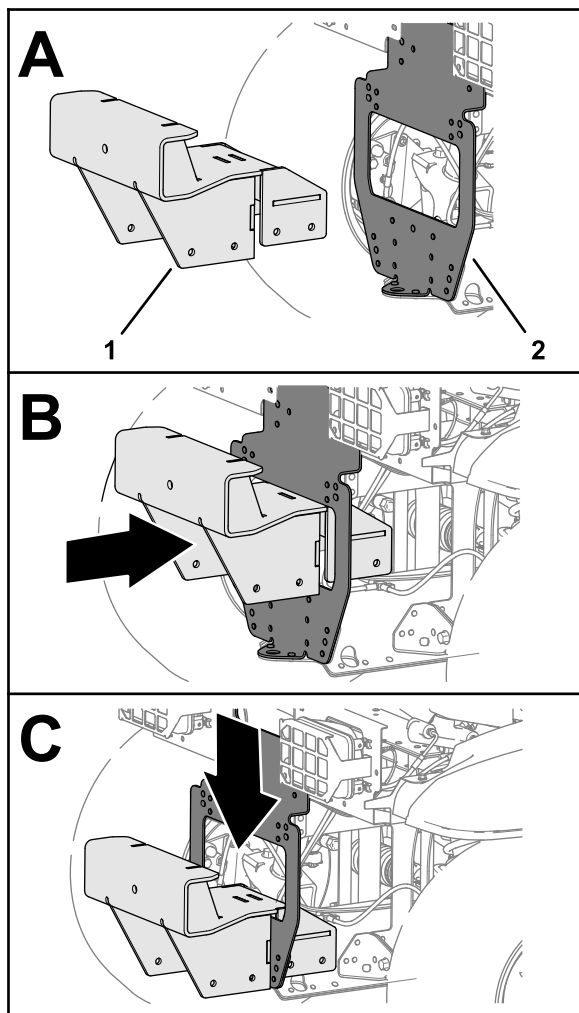

図 48
1. 図 48 に示すように、ボールピッカーマウントをバンパーサポートに組み付ける。